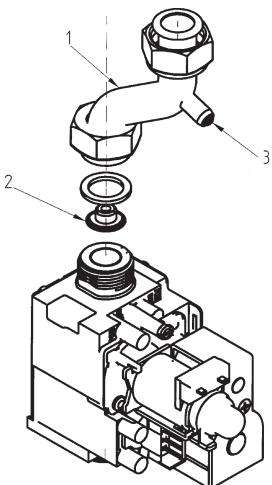

Figura 12b (modelul 240/40 i - 240/60 i - 240/40 Fi și 240/60 Fi)
- îndepărtați tubul de alimentare cu gaz (1 din Figura 12b);
- înlocuiți duza pentru diafragmă montată pe valva de gaz (2);